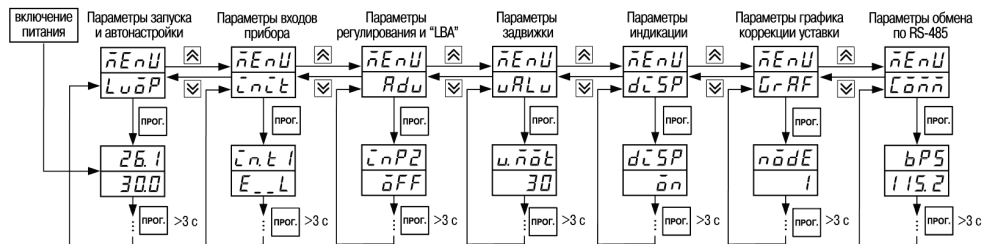

Рисунок 6.1
6.1.2 Основные параметры прибора объединены в семь групп:  $Lu\bar{o}P$ ,  $\bar{c}n\bar{c}t$ ,  $Rdu$ ,  $uRLu$ ,  $d\bar{c}SP$ ,  $GrAF$  и  $\bar{C}\bar{o}\bar{n}\bar{n}$ , составляющих меню прибора (рисунок 6.1). Полный список программируемых параметров приведен в Приложении Г.